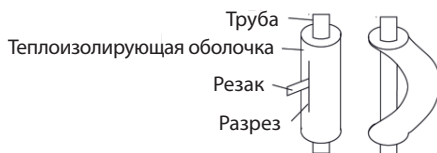

Рис. 11
4. Не сгибайте трубу в том виде, как она есть. Труба будет смята. Сначала разрежьте теплоизоляционную трубку острым резак, как показано на Рис. 11, затем согните трубу без теплоизоляции. Согните трубу так, как нужно, наденьте на нее теплоизоляционную трубку и закрепите ее лентой.